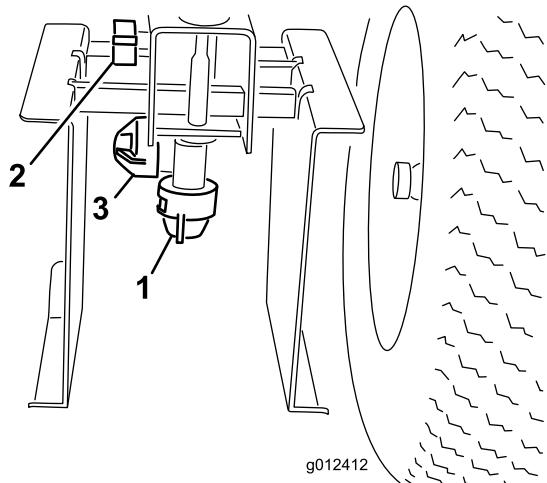

図 24
4. ペイント・ノズル・チューブをブームのアームに固定している蝶ナットをゆるめる (図 24)。